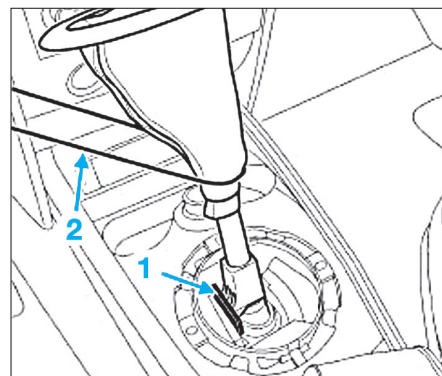

FIG. 15
- Positionner une cale de 4 mm (1) entre la gâchette et la butée de sélection de marche arrière du levier de sélection de vitesses (Fig.15).